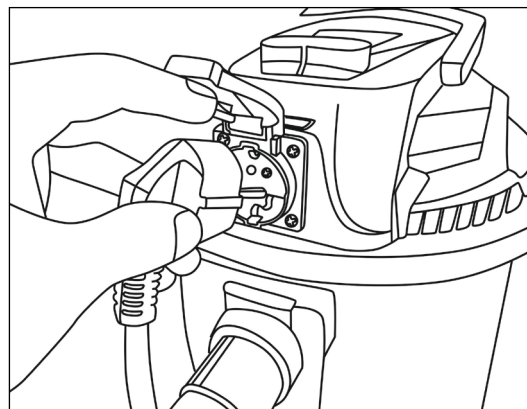

Рис.13 Розетка для подключения электроинструмента
- Положение «II» – выключатель нажат вправо, пылесос включен, двигатель не работает. Начиная работать сразу при пуске электроинструмента, который подключен к розетке на крышке пылесоса (рис.13), и отключается через несколько секунд после остановки электроинструмента.